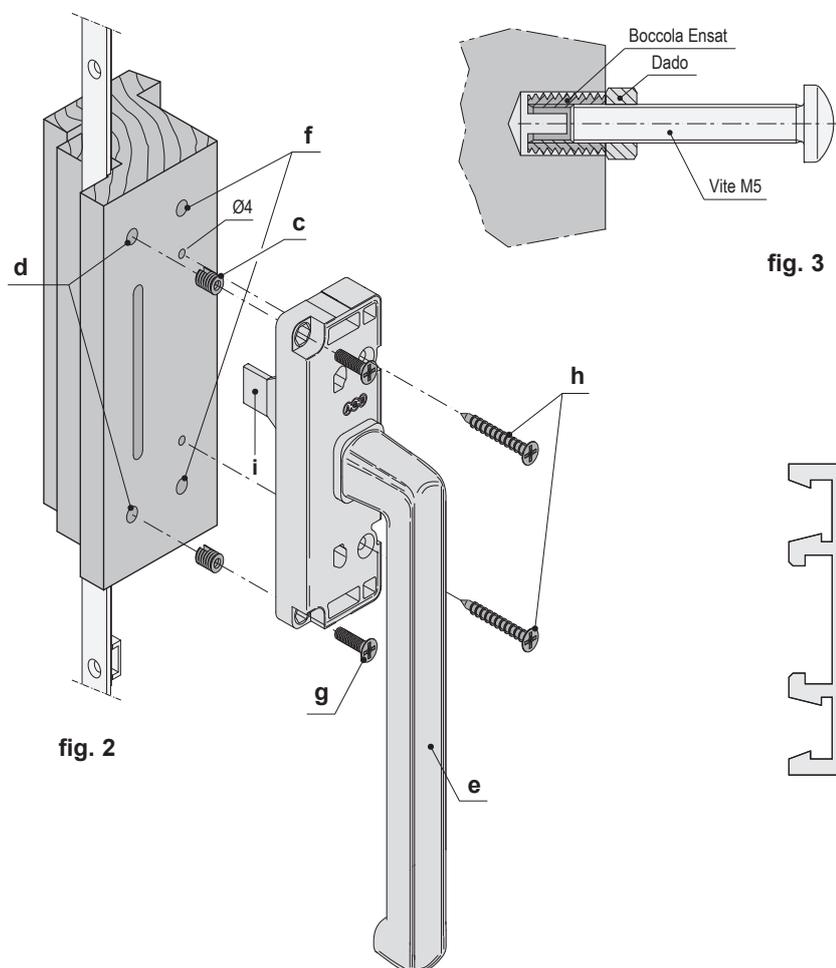

fig. 2
- 2) Inserire le 2 boccole filettate ENSAT (c) nei fori (d) (fig. 2) utilizzando la vite M5 e il dado contenuti nella confezione (fig. 3). Avvitare le boccole a filo della superficie del serramento. Togliere la vite utilizzata per il fissaggio sbloccando eventualmente il dado (fig. 3).